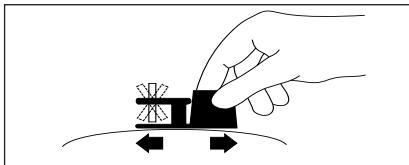

FIGURA 7
- Seguendo la direzione della freccia posta sul dispositivo, muovere lentamente la base del MAGNA-FINDER™ avanti e indietro sulla superficie del tessuto, come illustrato nella Figura 7. Il magnete del MAGNA-FINDER™ indicherà la posizione dell'unità di iniezione su un piano.